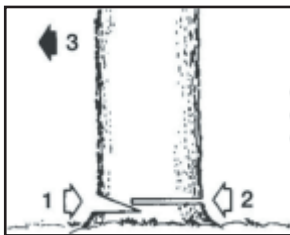

Рис. 16
- Определите направление падения дерева (3) Рис. 16 с учетом ветра, расположение больших веток, удобство работы после повала дерева и другие факторы.
- Выполните надрез вглубь дерева на одну треть со стороны завала а (1).